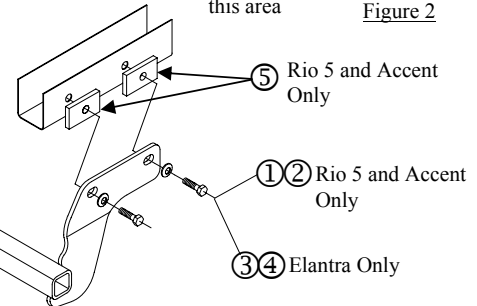

Figure 1
- Install fasteners as shown in Figure 1. Hand tighten fasteners.
- Installer la visserie comme illustré à la figure 1. Serrer à la main.